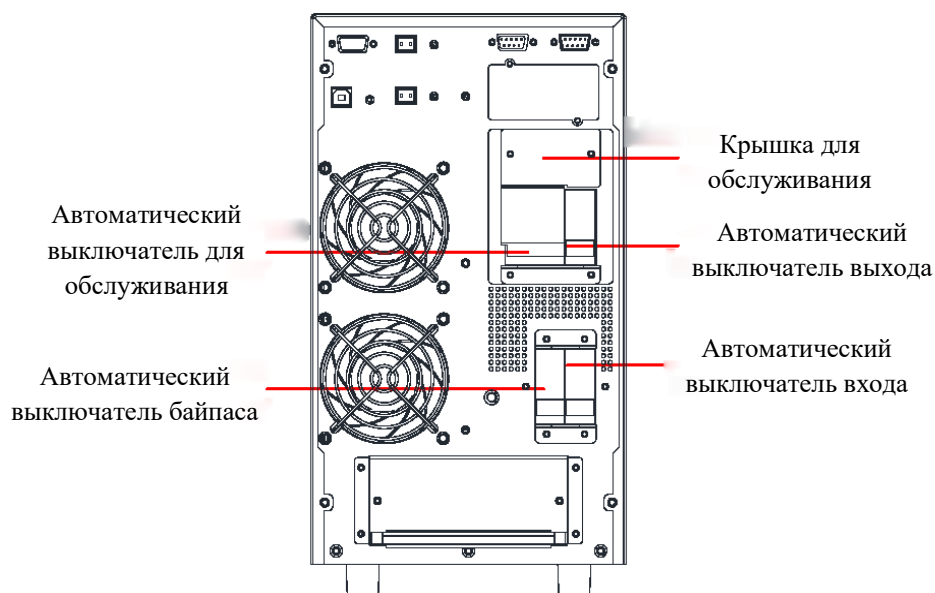

Рисунок 15 – Технический байпас
8.9.1 Технический байпас работает, когда внутренняя часть ИБП отключена от электропитания, а выходная подача электроэнергии осуществляется непрерывно для нагрузок клиента (рисунок 15).